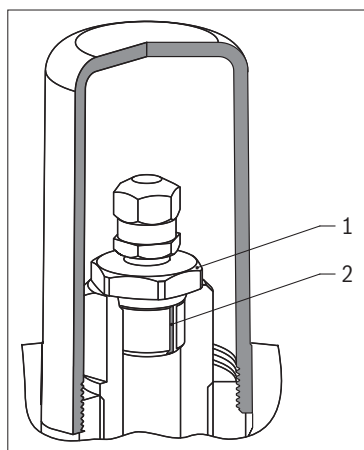

Fig. 13: Ranura de descarga
- ▶ Afloje lentamente el cartucho de válvula de gas (véase Fig. 13, pos. 1) con una llave de boca con ancho de boca 17 hasta que se escuche descargar la presión residual sobre la ranura de descarga (véase Fig. 13, pos. 2) en la rosca del cartucho de válvula de gas.